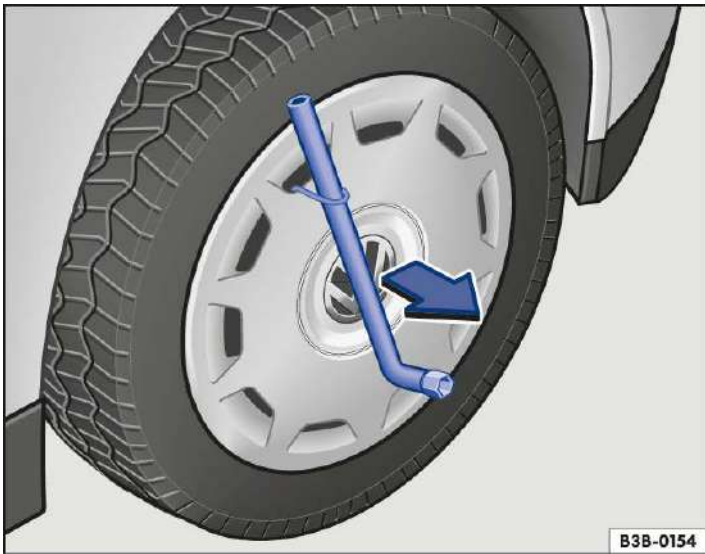

Abb. 1 Radvollblende abziehen
3. Radvollblende mit Abziehhaken in Pfeilrichtung abziehen. Falls notwendig, einen Radschlüssel zum Abziehen verwenden → Abb. 1.